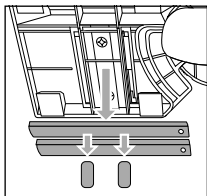

Fig. 1
- ◆ Togliere le clip di bloccaggio **8** dal lato inferiore del prodotto e rimuovere le aste di guida **7** (vedere fig. 1). Smaltire le clip di bloccaggio **8**.